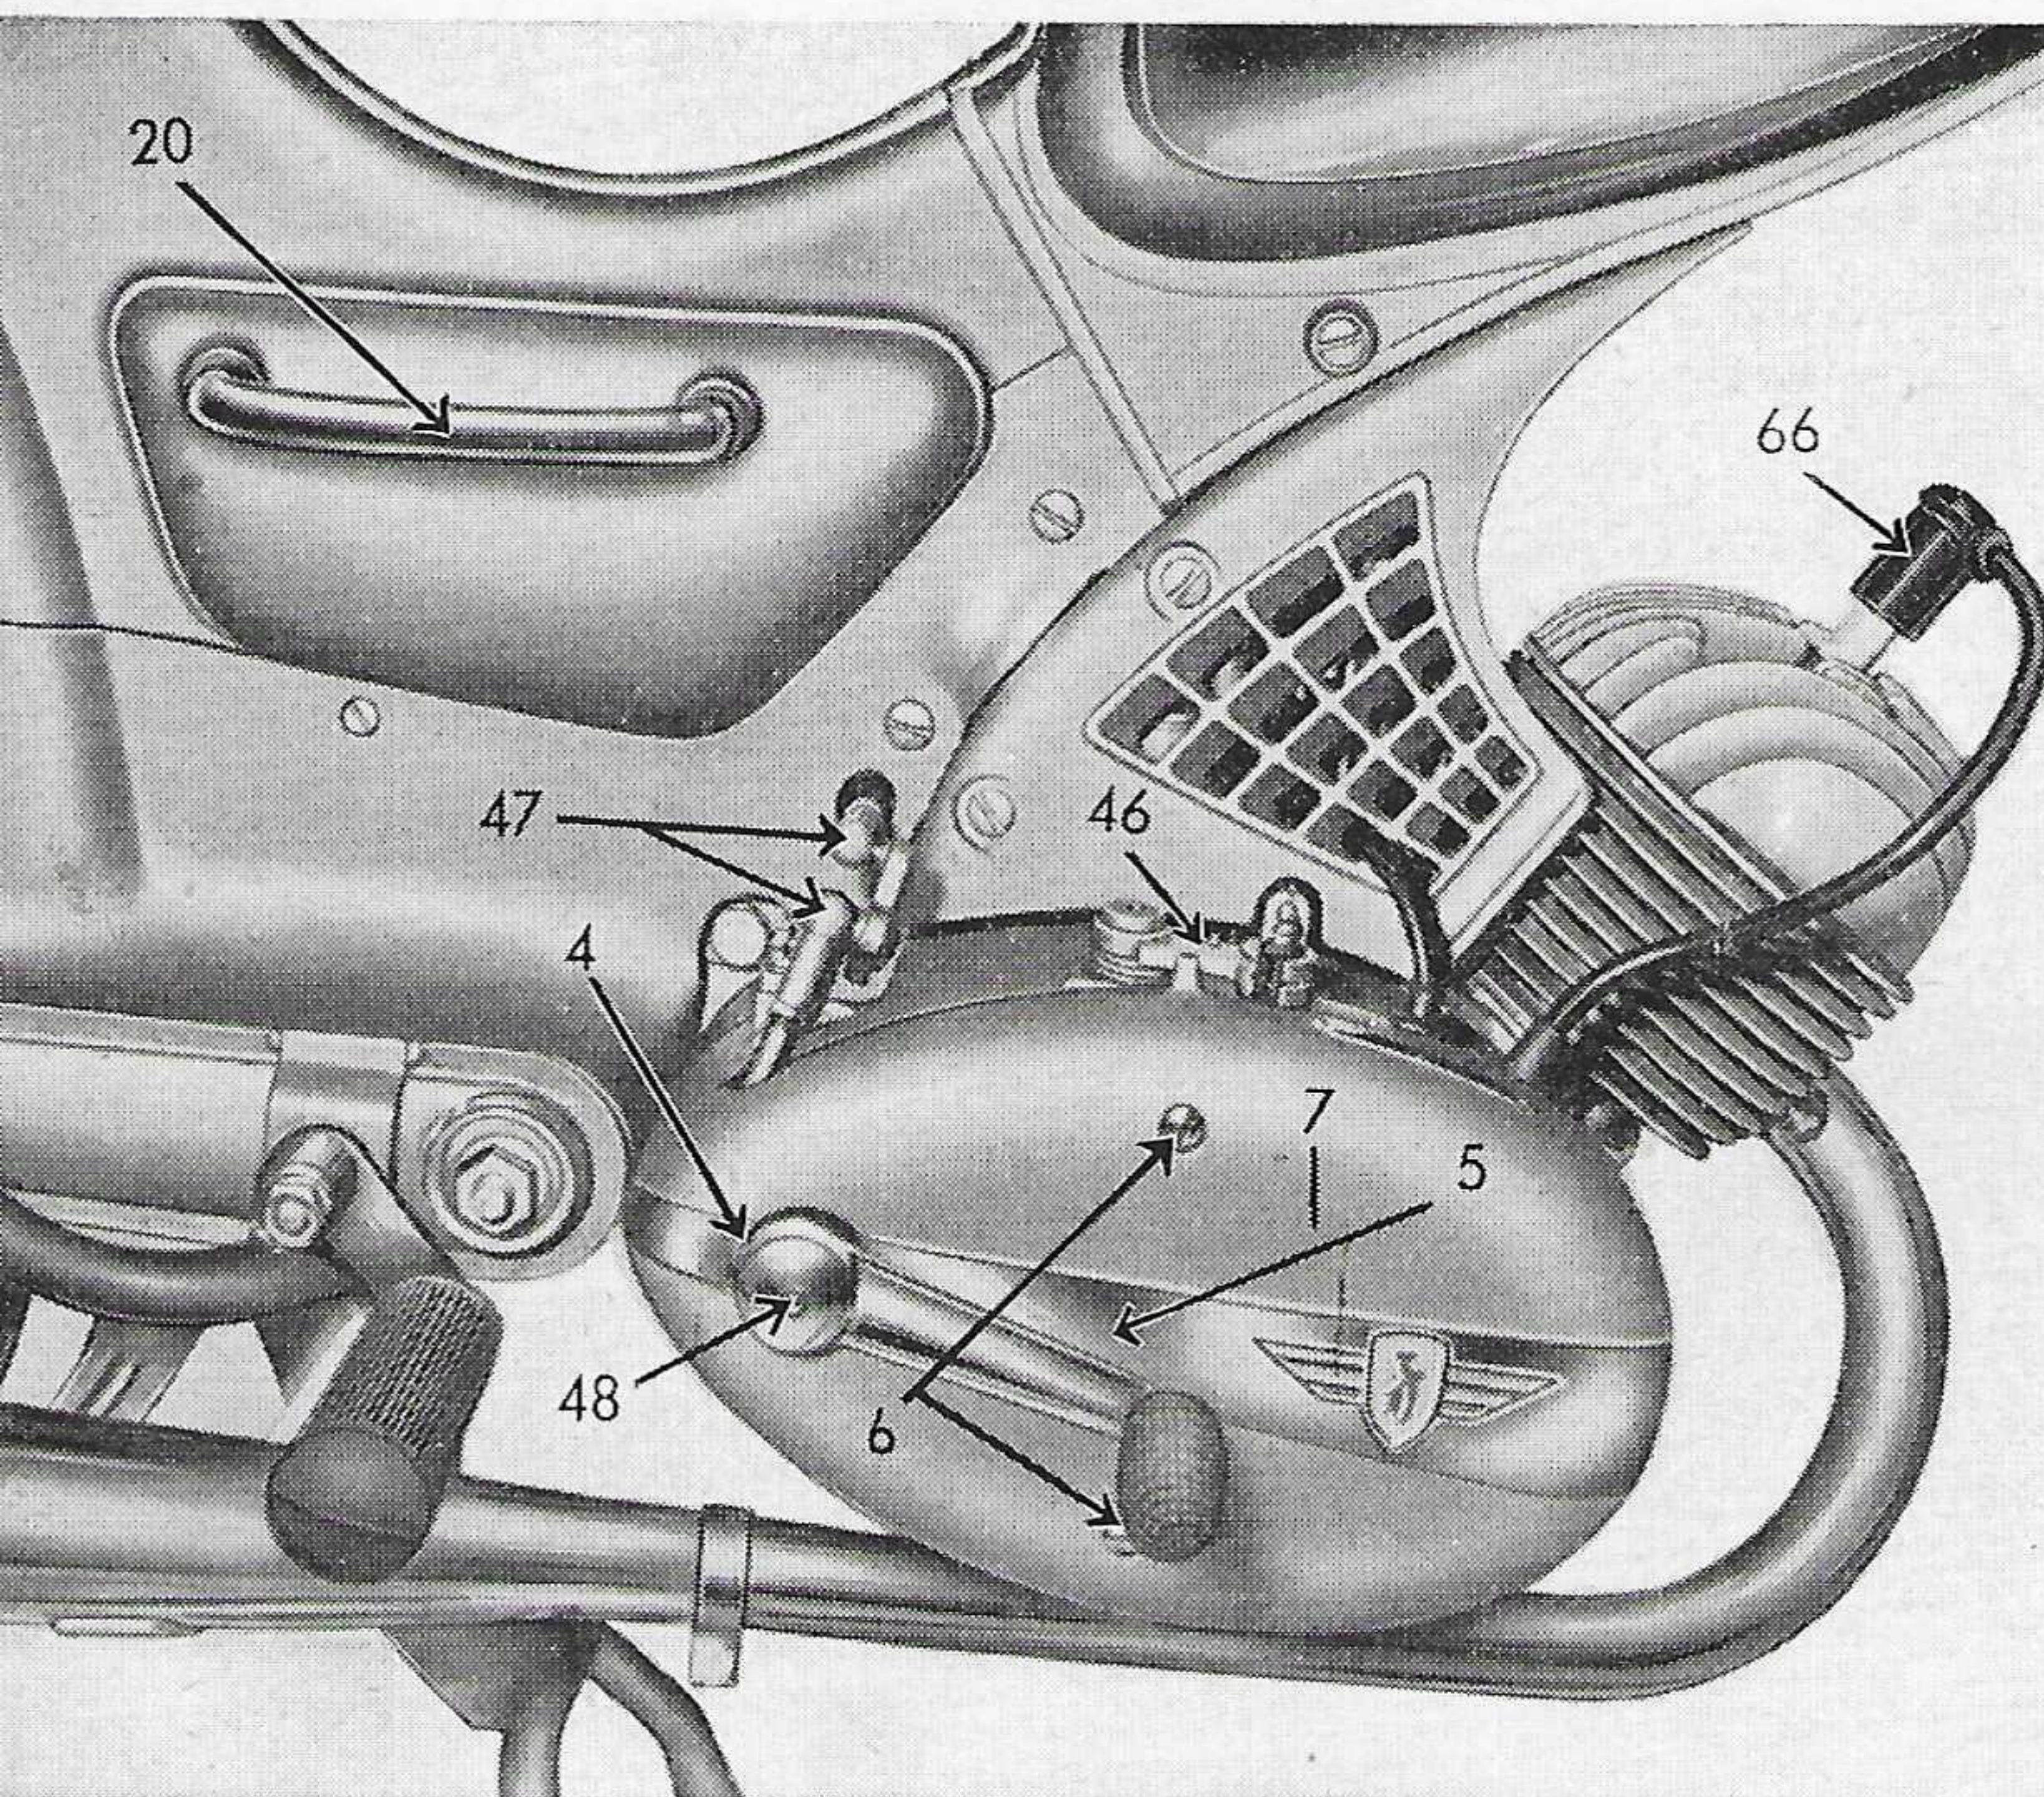
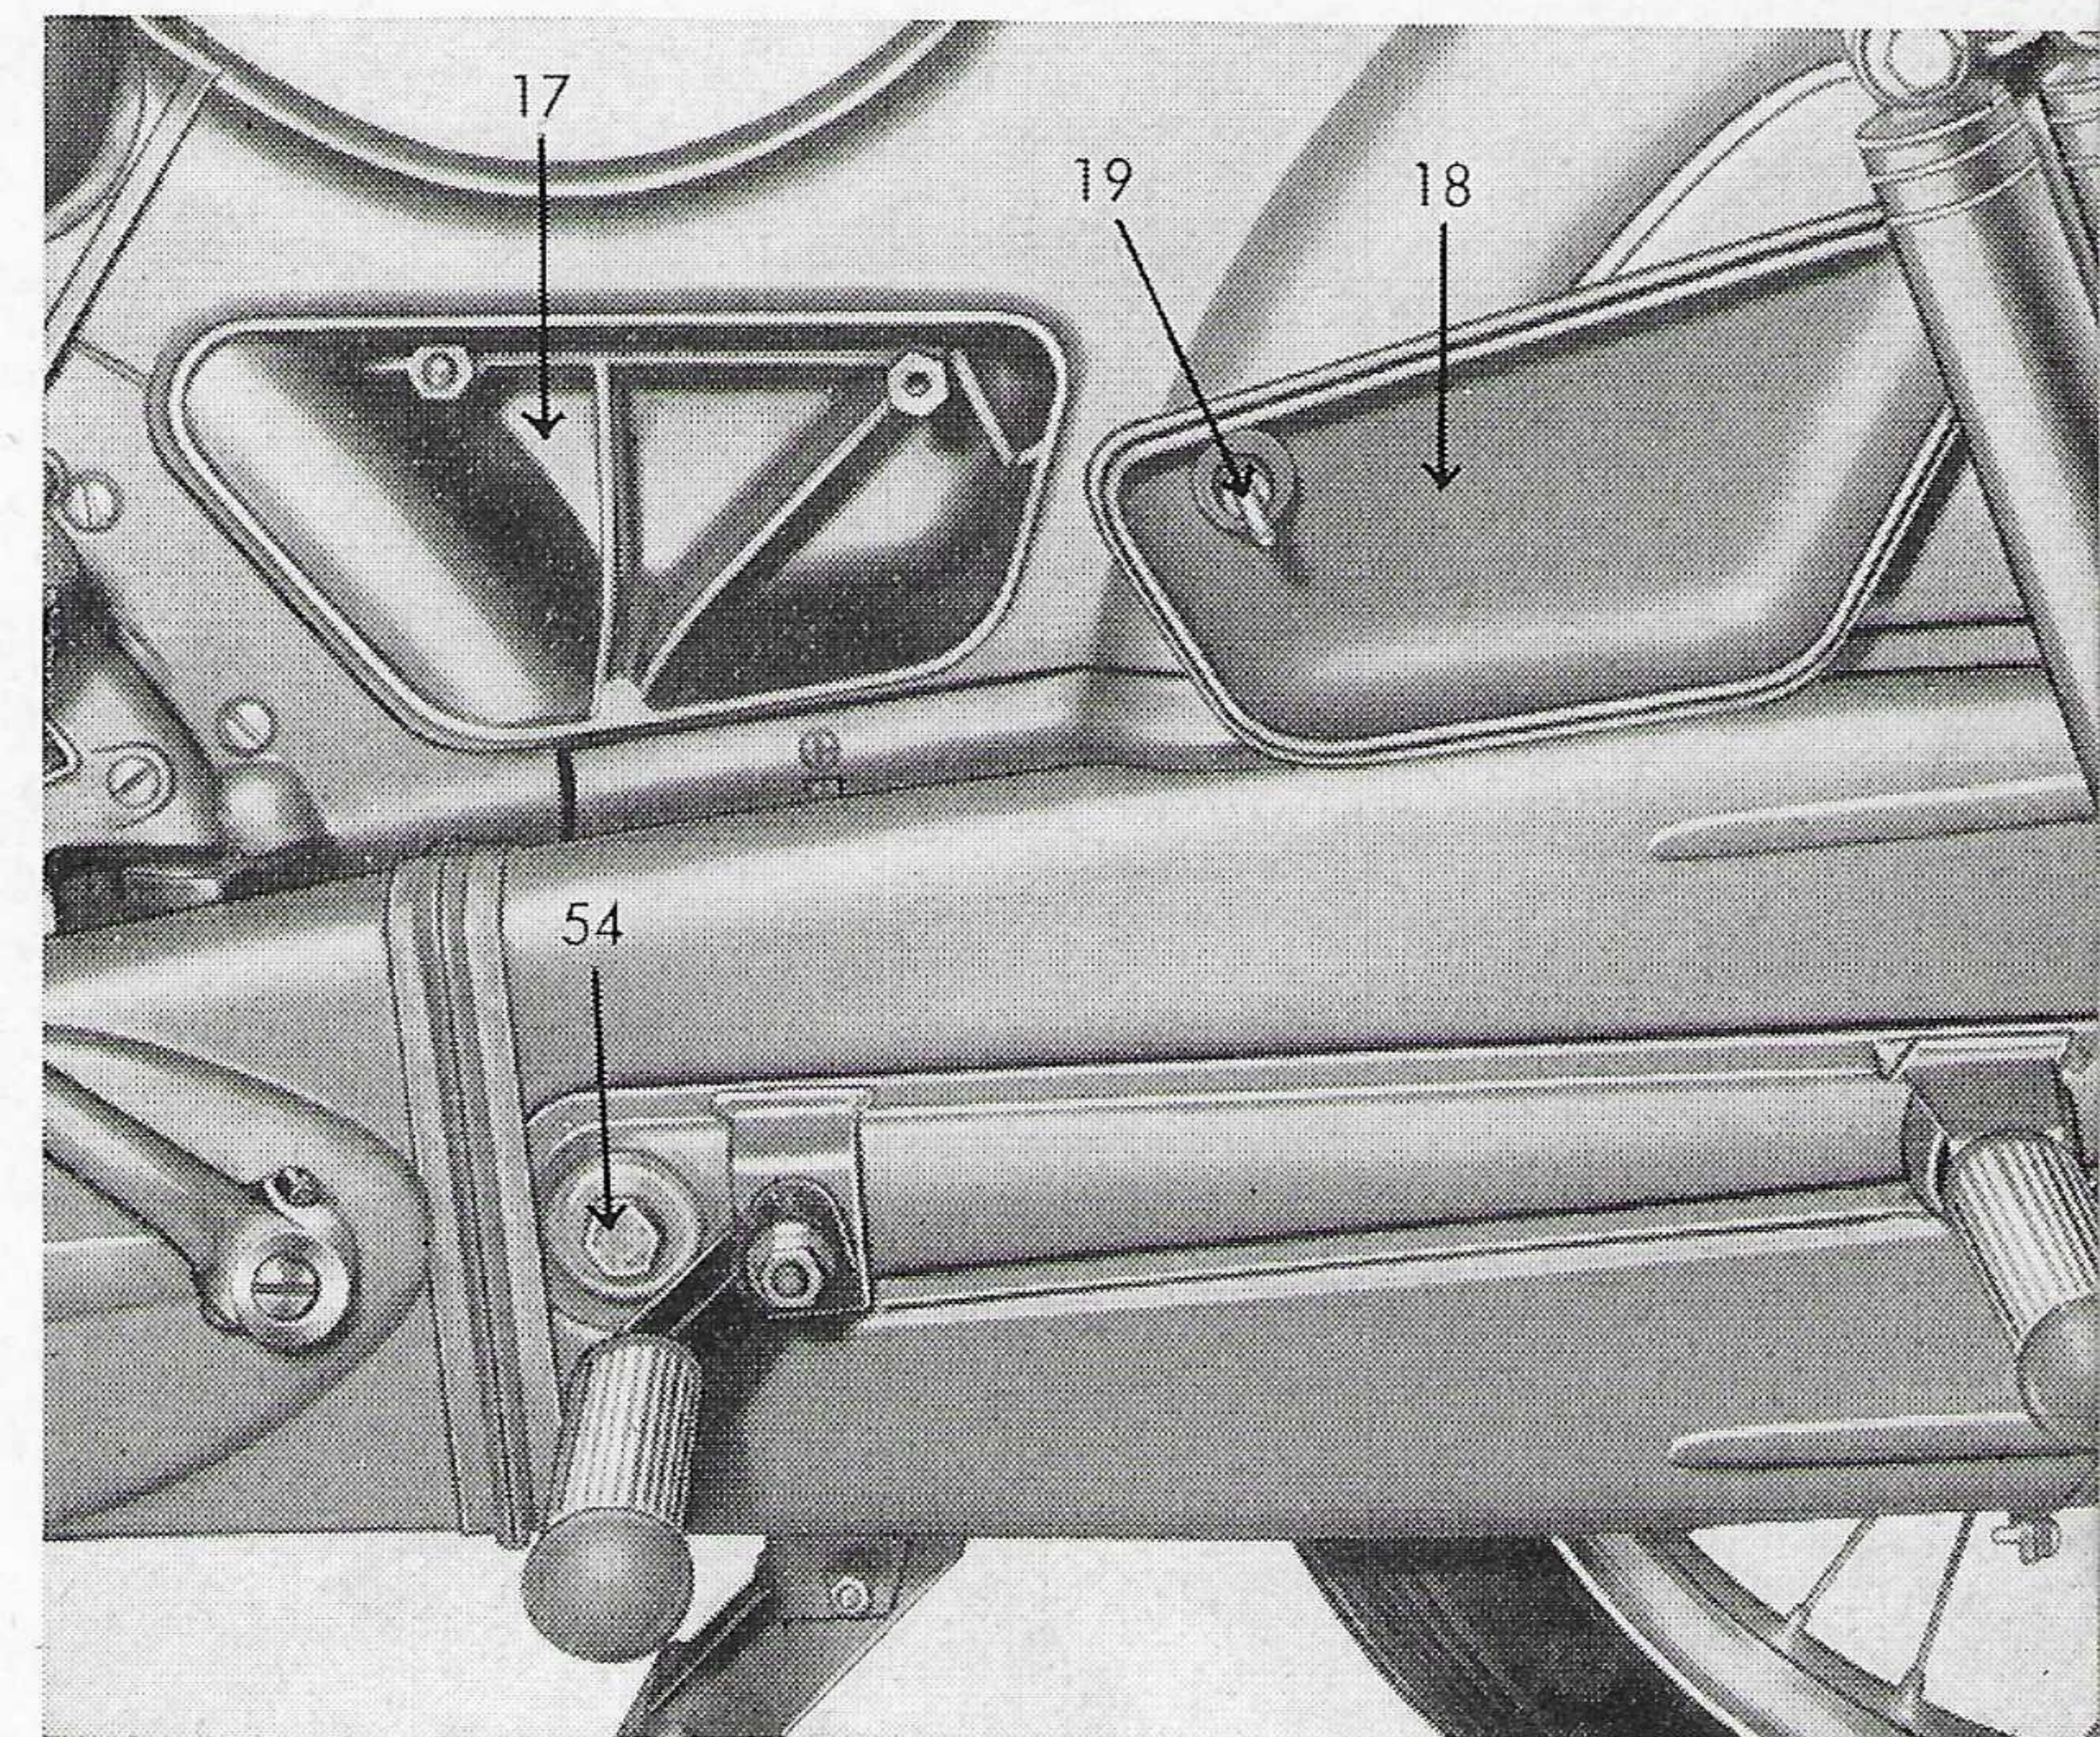

Bild 3
Bild 4
Das Fahrzeug soll auf ebenem Boden stehen. Die Stiftschraube 4 am Schalthebel 5 (Bild 3) wird abge-
e) **Der Werkzeugbehälter 17** (Bild 3 und 4) ist in der Mitte des Fahrzeuges angeordnet. Sein Deckel 18 kann nach Herausdrehen der Rändelschraube 19 abgenommen werden. Auf der rechten Seite des Fahrzeuges ist der Werkzeugbehälter mit einem Griff 20 zum Anheben des Fahrzeuges ausgestattet. Bild 4 zeigt den Werkzeugbehälter mit abgenommenem Deckel.